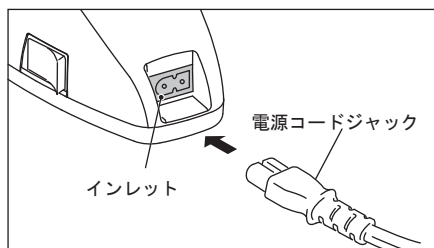

図 1
- 1) 充電器背面のインレットに電源コードジャックを差し込みます。(図1)